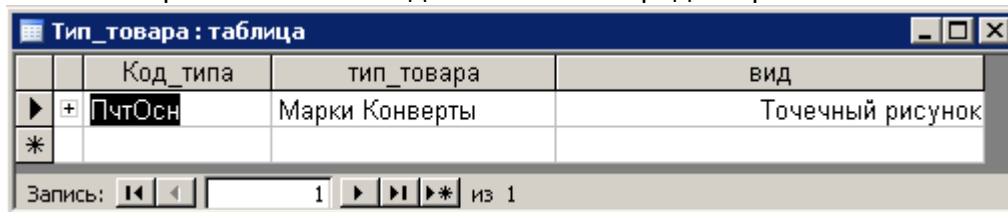

Рис.13. Вид записи в таблице с полем типа OLE
5. Добавьте несколько записей с графическими изображениями. Убедитесь, что ссылки на вставленные объекты записываются в поле Вид таблицы ТИП_ТОВАРА (рис.13) и вы можете открыть эти объекты для возможного редактирования.